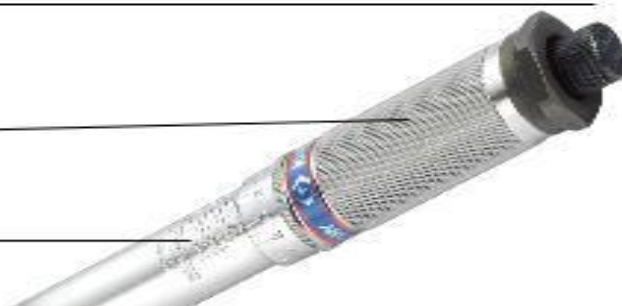

Рис. 2
4.2.5. Перед началом работы с ключом необходимо произвести настройку ключа (Рисунок 2):